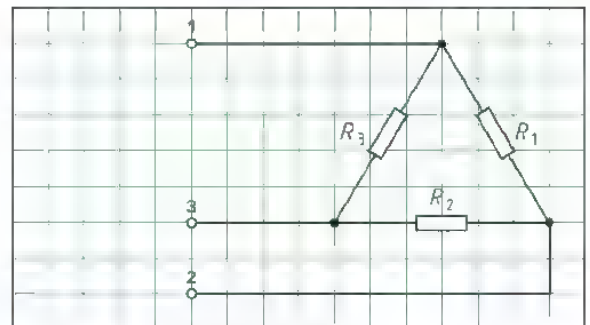

Bild 2: Widerstandsmessungen
Sie haben nun die Werte ermittelt, die sich bei einer Widerstandsmessung zwischen den Klemmen ergeben sollten. Mit einem Widerstandsmessgerät (Ohmmeter) sollen jetzt die tatsächlichen Werte durch drei Messungen (**Bild 2**) bestimmt werden.
2. Zeichnen Sie den Anschluss der Widerstandsmessgerät für die drei durchzuführenden Messungen in die Schaltung (**Bild 2**) ein.